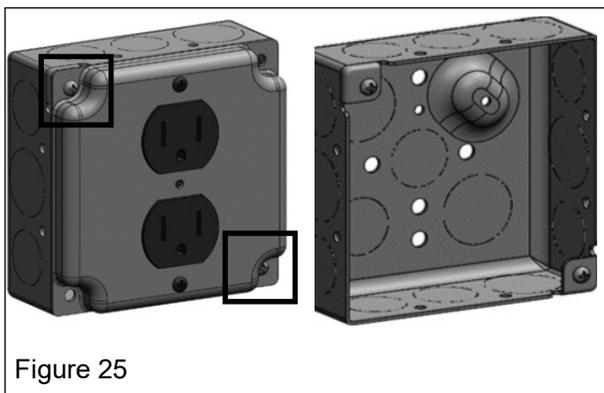

Figure 25
3. Sur le pourtour du boîtier électrique, retirer la pastille souhaitée située pour l'installation du conduit (figure 25).